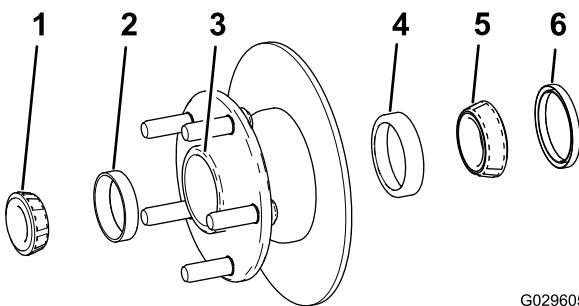

Figura 31
- Retire el cojinete exterior y el anillo de rodadura del cubo (Figura 31).
- Retire la junta, el cojinete interior y el anillo de rodadura del cubo (Figura 31).
- Limpie el hueco del cubo para eliminar cualquier resto de grasa, suciedad y residuos (Figura 31).
- Instale los anillos de rodadura interior y el exterior del cojinete en el cubo (Figura 31).
- Llene el hueco del cubo hasta un 50-80% de su capacidad con grasa del tipo especificado (Figura 31).
- Monte el cojinete interior sobre el anillo en el lado interior del cubo e instale la junta (Figura 31).